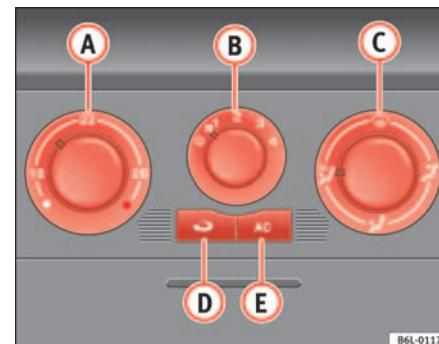

Fig. 87 Mando del Aire Acondicionado en el tablero de instrumentos
- Desconecte el sistema de refrigeración con la tecla ⇒ fig. 87  (se apaga el testigo de la tecla).
Con la recirculación de aire en marcha ⇒ página 124, fig. 87  (se enciende un testigo en la tecla), se evita que los malos olores del exterior, por ejemplo, al atravesar un túnel o en un atasco, penetren en el habitáculo.